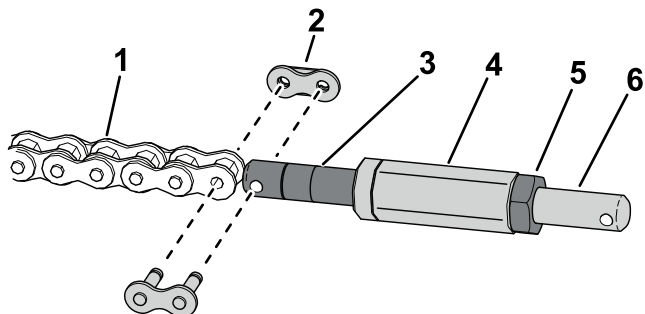

Figure 13
5. Utilisez un maillon de la chaîne pour installer la chaîne sur le tendeur de la chaîne (Figure 13).
6. Installez l'arbre hexagonal sur le tendeur de la chaîne (Figure 13).
7. Fixez le tendeur de la chaîne sur l'arbre hexagonal avec un écrou de blocage (Figure 13).